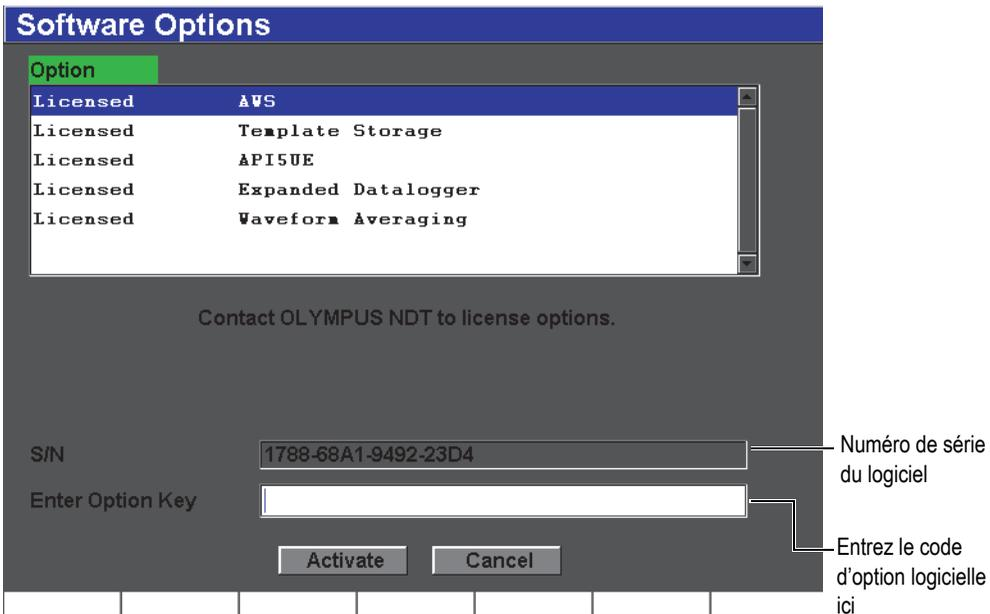

Figure 12-1 Boîte de dialogue d'entrée du code d'option logicielle
1. Sélectionnez **Inst Setup > Software Options** (Config. inst. > Options logicielles) pour ouvrir la page de configuration **Software Options** (Options logicielles) montrée dans la Figure 12-1 à la page 228.
6. Utilisez le clavier virtuel pour entrer le code d'activation dans le champ **Enter Option Key** (Entrez le code d'option) [voir la Figure 12-1 à la page 228].